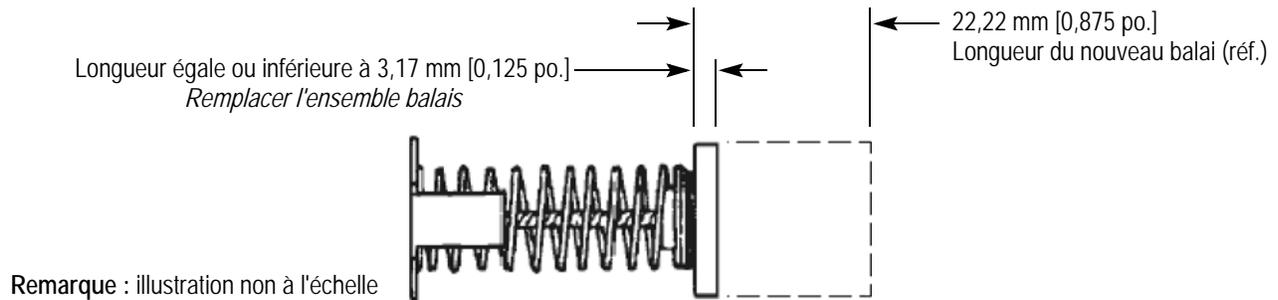

Figure 8
4. Si l'un des balais a une longueur inférieure ou égale à 3,17 mm [0,125 po.], remplacez l'ensemble balais. Veuillez vous reporter à la Figure 8.